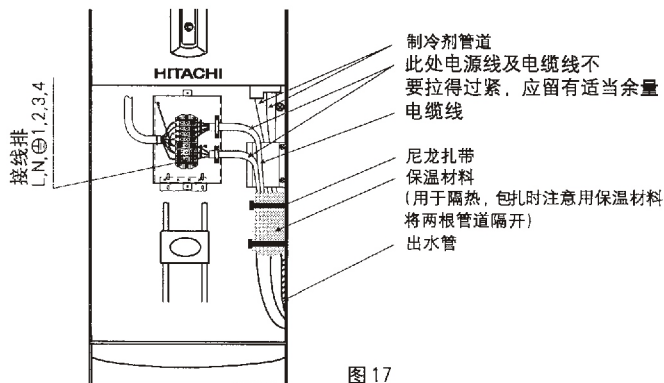

图17
- (3) 必须将黄/绿芯线接到带有“⊕”标志的端子上。
- (4) 将电源线、电缆线用电线压板压紧，以防止接线端子受力后脱落。
- (5) 将制冷剂管道用附件⑩尼龙扎带按图17要求扎起来。
- (6) 将电源线、电缆线从制冷剂管道外连接管通过的管道孔穿过，如果从后板穿过，管道孔必须装上管道孔护孔环，以防电源线、连接电缆破损发生漏电危险。
- (7) 接线完成后，装上铜管压板(下)。
- (8) 室内电源必须安装空气开关。